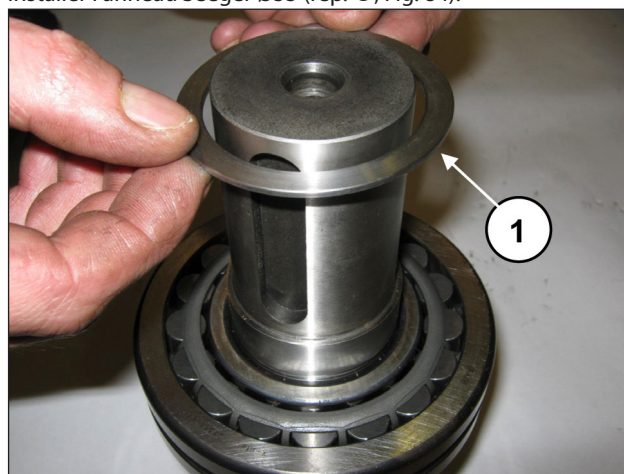
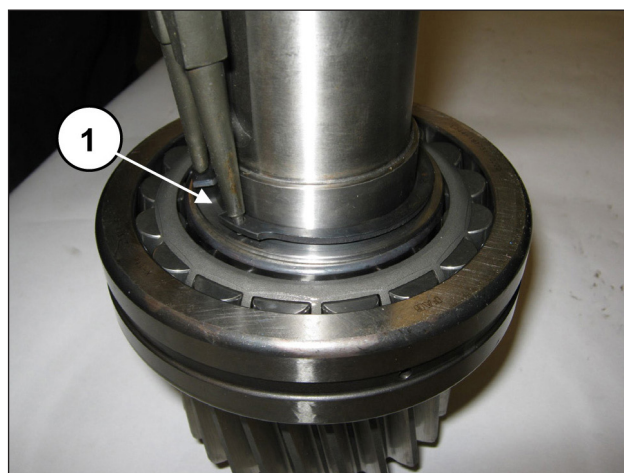

Fig. 83
Fig. 84
Insérer l'anneau d'appui du coussinet (rep. ①, Fig. 83) et installer l'anneau Seeger Ø55 (rep. ①, Fig. 84).